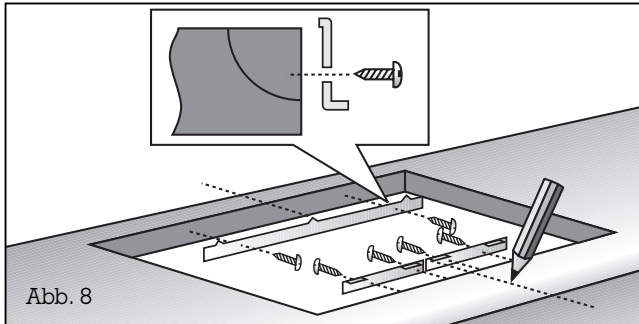

Abb. 8
- **Markieren Sie genau die Mitte** des Ausschnitts. Befestigen Sie die längere Befestigungsschiene an der Hinterkante des Ausschnitts. Achten Sie darauf, daß die Nasen der Befestigungsschiene auf der Arbeitsplatte aufliegen und daß die Mittenmarkierung der Befestigungsschiene genau mit der Mittenmarkierung des Ausschnitts übereinstimmt (Abb. 8).
- **Befestigen Sie die zwei kürzeren Befestigungsschienen an der Vorderkante des Ausschnitts.** Achten Sie darauf, daß die Nasen der Befestigungsschienen auf der Arbeitsplatte aufliegen und daß die Innenkanten der Befestigungsschienen genau an der Mittenmarkierung des Ausschnitts bündig aufeinanderstoßen (Abb. 8).